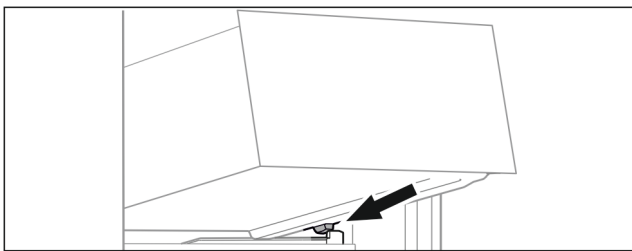

Fig. 60
- Schubfach schräg hinter den Stopperrn auf Behälterterrippe aufsetzen. (siehe Fig. 60)